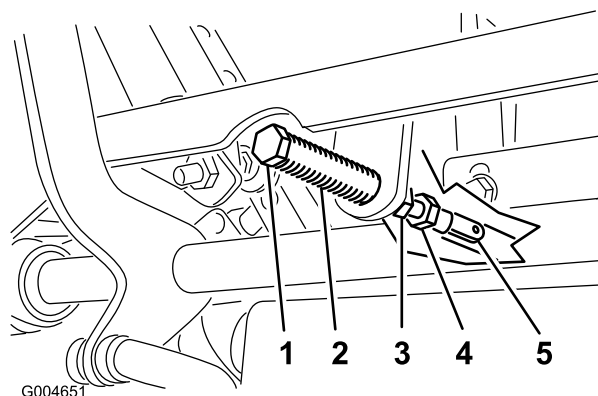

Figura 50
5. Puxe a alavanca para trás até que o pino de segurança (no braço por cima do eixo da articulação) entre em contacto com a extremidade da ranhura (até começar a fazer pressão na mola), como se mostra na Figura 50.
7. Se for necessário ajuste, solte a porca e a porca de retenção encostada à forquilha (Figura 50).
8. Aplicando uma pressão ligeira para trás à alavanca de controlo do movimento, rode a cabeça do parafuso de ajuste na direção adequada até a alavanca de controlo estar centrada na posição BLOQUEADA EM PONTO-MORTO (Figura 50).
9. Aperte a porca e a porca de retenção (Figura 50).
- Aperte as porcas de retenção nas juntas de esfera (Figura 50).